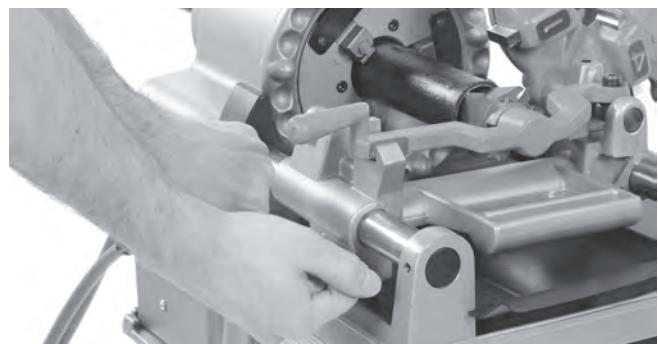

Figura 12 – Escariado de un tubo con el escariador No. 344
2. Coloque el interruptor I/O en la posición de encendido (I).
3. Con las dos manos, agarre el volante del carro. Vea la *Figura 12*.